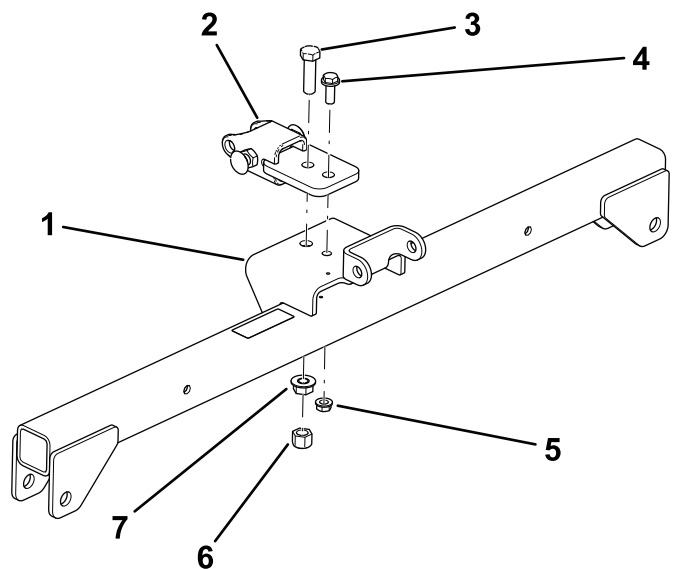

Figura 3
1. Monte a barra de engate, sem apertar, no furo frontal do conjunto de suporte (Figura 3) com um parafuso (½ pol. x 1¼ pol.), porca flangeada (½ pol.) e uma porca hexagonal (½ pol.).